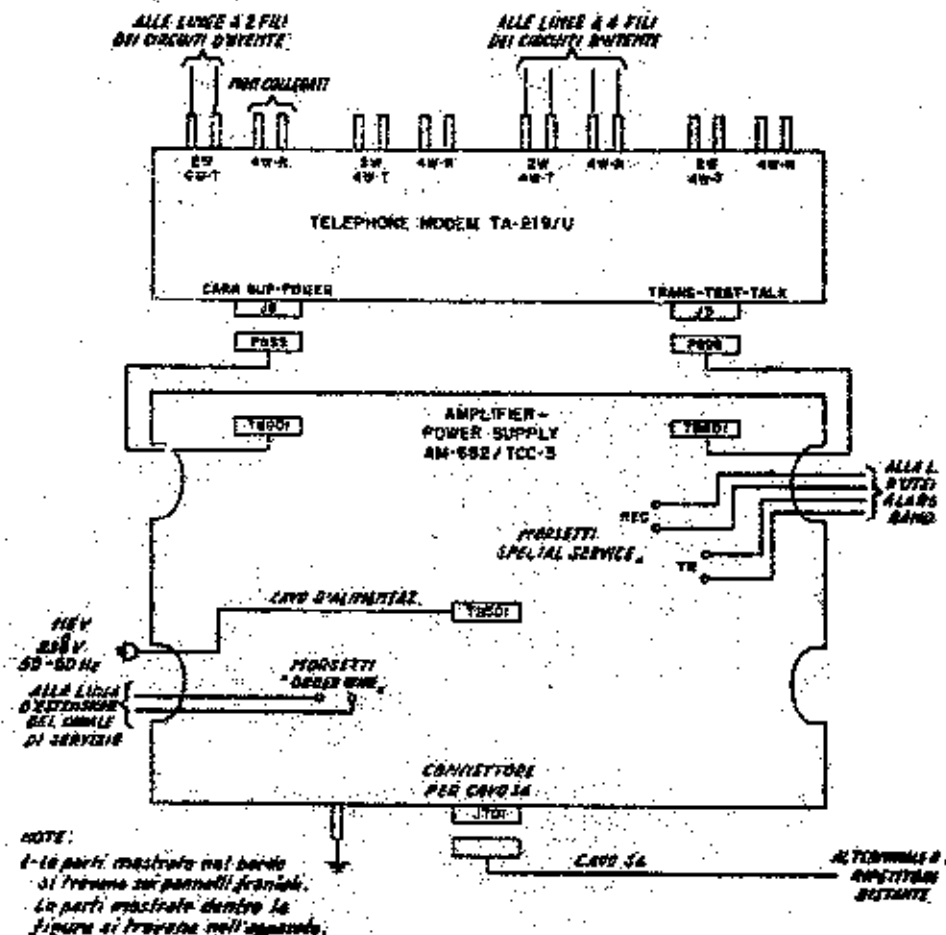

Fig. 7. Collegamenti dei cavi.
2 - Collegamenti dei cavi. (fig. 7)
- eseguire i collegamenti dei cavi attenendosi alla fig. 7. Il cavo S-4 va collegato durante le operazioni preliminari (par. 3 seguente);